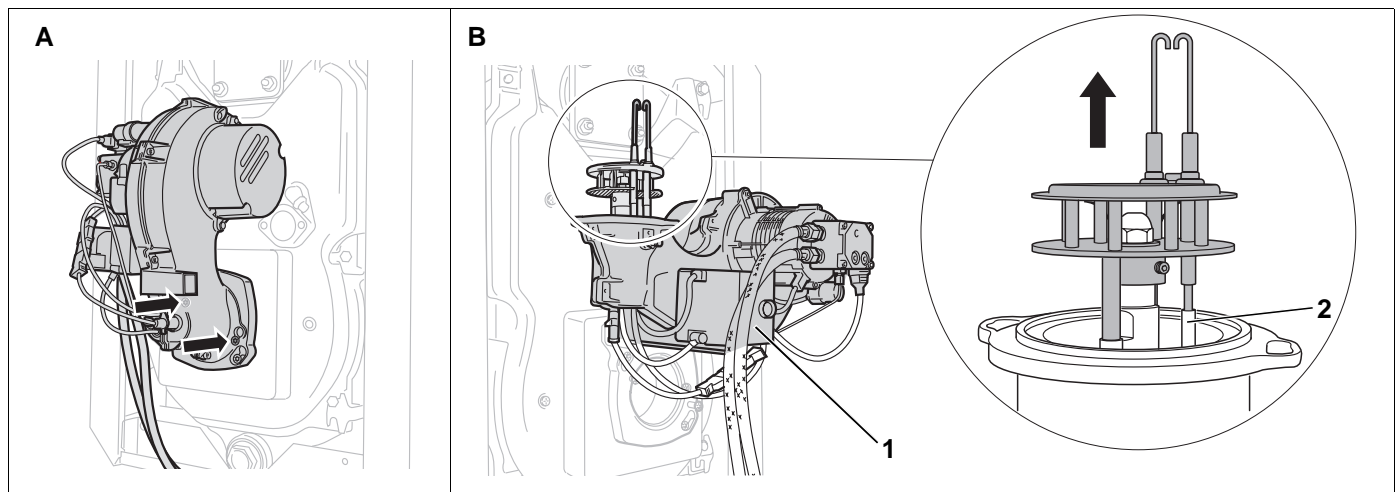

Abb. 1 Stahl-Brennerrohr ausbauen
- Die beiden Schrauben der Bajonettbefestigung (Abb. 1, Bild A, Pfeile) lösen.
- Brenner in Serviceposition (Abb. 1, **Pos. 1**, Bild B) aufstecken.
- Zündleitungen (Abb. 1, **Pos. 2**) abziehen.